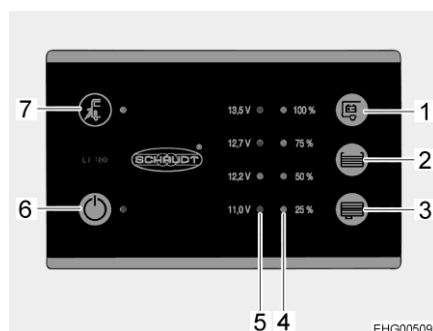

Fig. 115 Pannello di controllo (LT 100)
Il LED giallo accanto al simbolo del collegamento a rete "" (Fig. 115,7) si accende, quando il veicolo è collegato a un'alimentazione di rete esterna. Il LED si accende anche se il pannello di controllo è spento.
- ▷ Per ragioni di sicurezza, non è possibile accendere l'interruttore principale a 12 V (Fig. 115, 6) finché il motore del veicolo è acceso. Pertanto, il pannello di controllo non può essere utilizzato durante il viaggio.
L'interruttore principale a 12 V (Fig. 115,6) inserisce o disinserisce il pannello di controllo e l'alimentazione a 12 V dell'abitacolo.
- Premere l'interruttore "" (Fig. 115,6): L'alimentazione a 12 V dell'abitacolo è inserita. Il LED diventa verde.
- Premere di nuovo l'interruttore "" (Fig. 115,6): L'alimentazione a 12 V dell'abitacolo è disinserita. Il LED si spegne.
La scala LED (Fig. 115,5) indica la tensione della batteria dell'abitacolo nel modo seguente:
- Premere il tasto "" (Fig. 115,1): Viene indicata la tensione della batteria dell'abitacolo.
La scala LED (Fig. 115,4) indica il livello del serbatoio dell'acqua potabile o del serbatoio delle acque grigie.
- Premere il tasto "☰" (Fig. 115,2): Il livello di riempimento del serbatoio dell'acqua potabile è indicato dai LED accesi.
- Premere il tasto "☷" (Fig. 115,3): Il livello di riempimento del serbatoio delle acque grigie è indicato dai LED accesi.